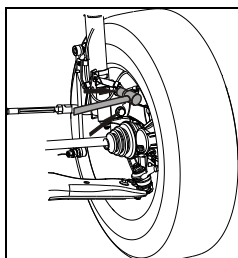

Рисунок III-2
1. Отверните 2 гайки и болта амортизатора и поворотного кулака с тормозным диском в сборе (см. Рисунок III-2).